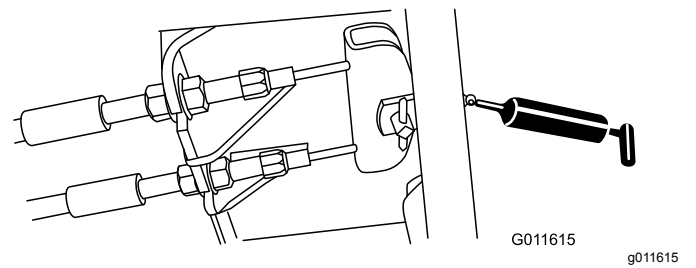

Bild 68
- Bremspedal (1) (**Bild 68**)